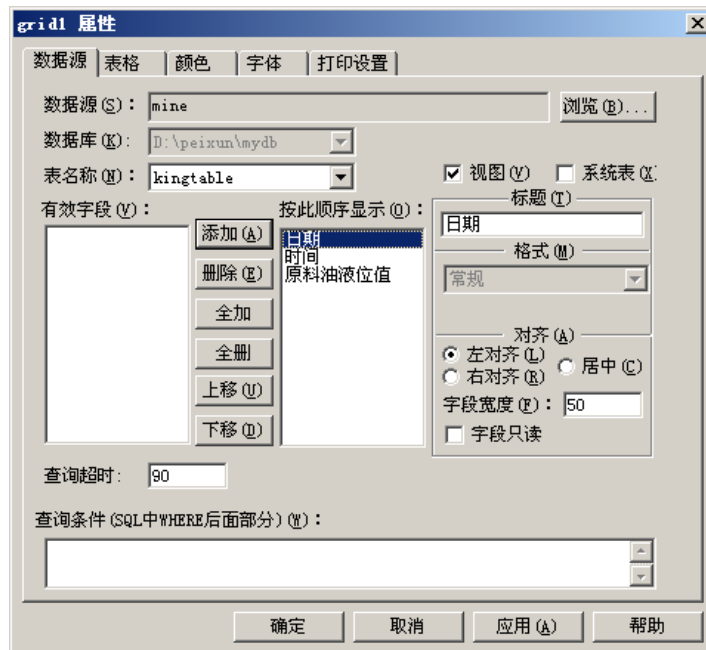

图 6-11 控件属性对话框
(1) 单击工具箱中的“插入通用控件”工具或选择菜单命令“编辑\插入通用控件”，则弹出控件对话框。在控件对话框内选择“KVADODDBGrid Class”选项。
(2) 在画面中添加一 KVADODDBGrid Class 控件选中并双击控件，在弹出的动画连接属性对话框中设置控件名称为：grid1。
(3) 选中控件并单击鼠标右键，在弹出的下拉菜单中执行“控件属性”命令弹出属性对话框，如图 6-11 所示。